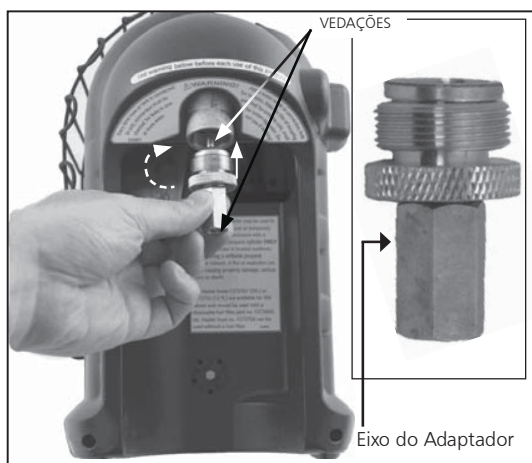

Figura 4: "Adaptador Butano"
- Verifique se as vedações (entre o aparelho e o cartucho de gás) se estão no lugar e em boas condições antes de conectar para o cartucho de gás. Figura 4. Não use um aparelho em que foram danificadas ou desgastadas as vedações. Não use um aparelho que esteja a vaziar, danificado ou que não funcione adequadamente.
- Para usar com a mistura de butano/propano: Parafuse o adaptador de latão no sentido horário no regulador do aquecedor portátil (partir da parte de baixo) até ficar bem apertado. Ver a figura 4. Não use vedação de rosca nesta conexão. Parafuse o cartucho com a mistura de propano no adaptador (sentido horário), uma vez que o eixo sobre o adaptador começa a girar o cartucho está conectado, em seguida, encaixe o cartucho no suporte.